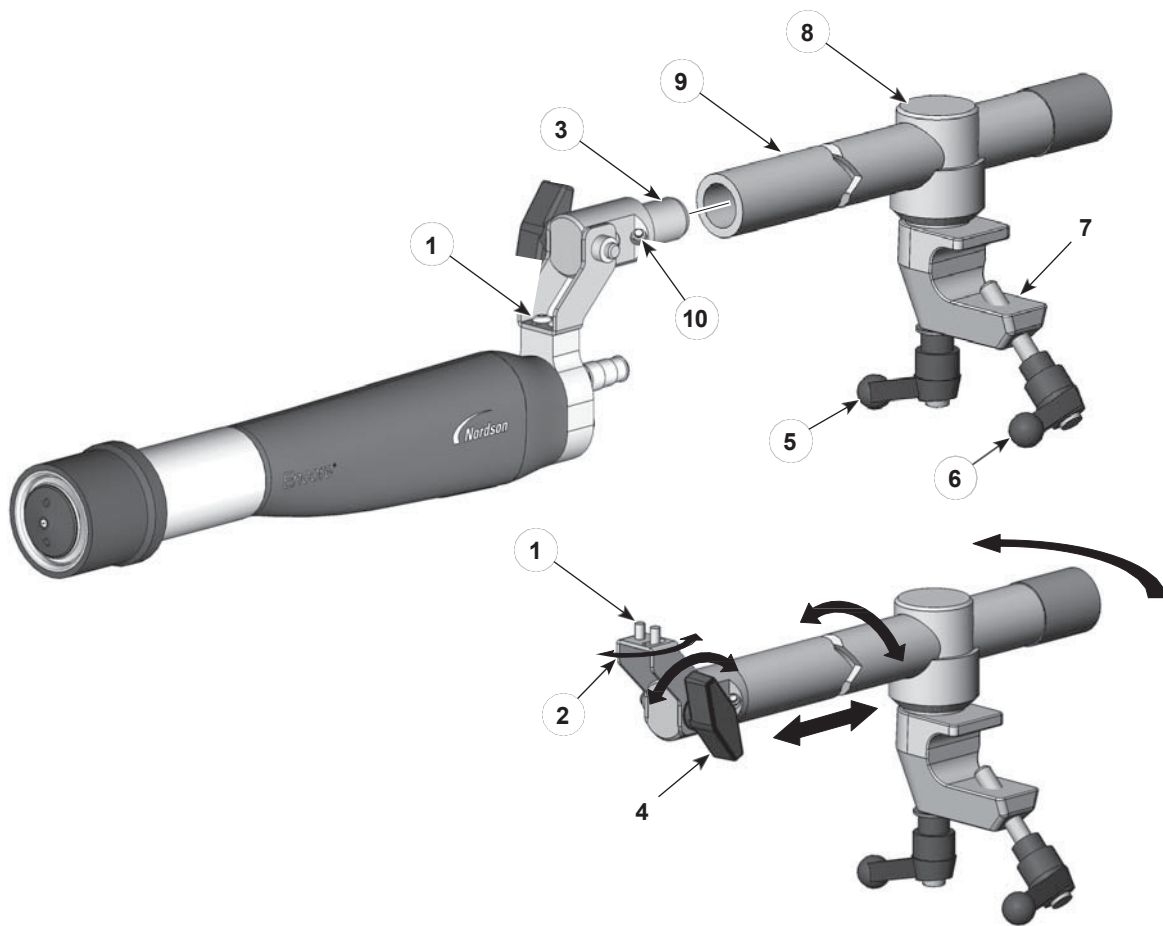
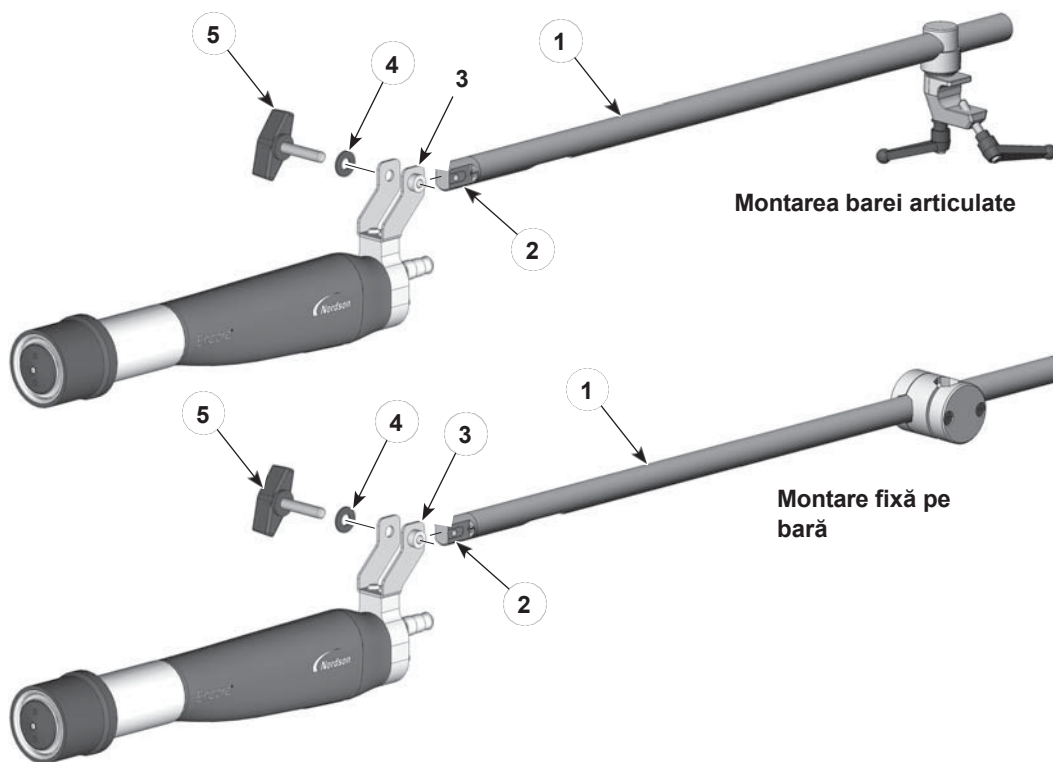
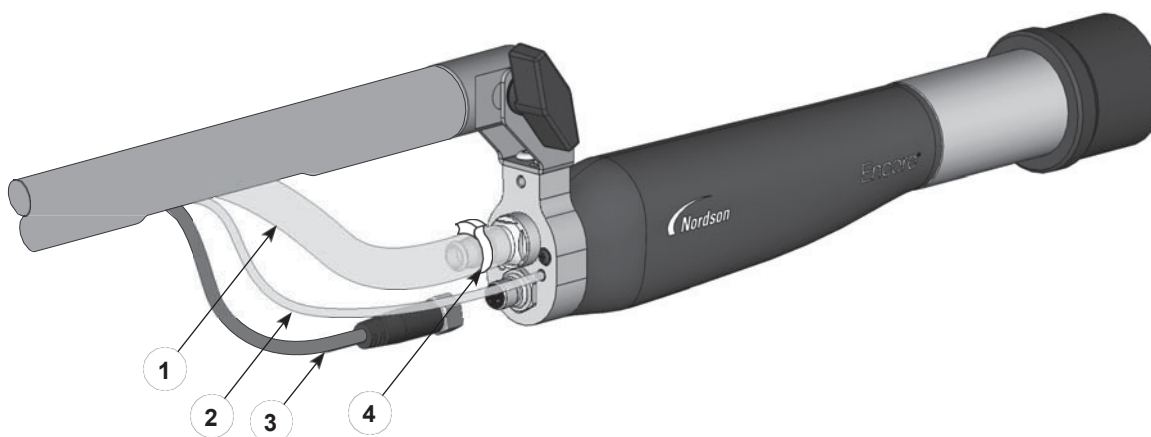

Figura 3 Standard Montare pistol articulată pe bară
Figura 4 Kituri opționale de montare pe bară a pistolului
Figura 5 Pistol Conexiuni
1. A se vedea figura 3. Instalați adaptorul pentru tub (3) în capătul tijei de reglare (9) și fixați-l prin strângerea șurubului de fixare (10) cu o cheie hexagonală de 4 mm.
- Pentru a deplasa vârful pistolului dintr-o parte în alta, slăbiți șurubul cu buton din dreapta (1).
- Pentru a înclina vârful pistolului în sus sau în jos, slăbiți butonul de înclinare (4).
- Pentru a roti tija de reglare sau pentru a glisa tija de reglare înainte sau înapoi, slăbiți mânerul de blocare (5).
2. Poziționați clema (7) pe o bară de montare de 1 inch și strângeți mânerul clemei (6).
3. Adunați furtunul de pulbere, tubul de spălare cu aer cu electrod transparent de 4 mm și cablul pistolului împreună și fixați-le pe tija de reglare cu chingile Velcro Nordson. Conectați-le la pistolul de pulverizare așa cum se arată în Figura 5.
A se vedea figura 4. Aceste kituri opționale de montare pe bară au tije de reglare cu diametru interior mare (1), prin care pot fi trecute furtunul de pulbere, tubulatura de aer și cablul pistolului. Adaptorul de tub (2) livrat cu pistolul de pulverizare nu poate fi utilizat cu aceste kituri. Acesta trebuie înlocuit cu adaptorul pentru tub furnizat cu kiturile.
1. Deșurubați și îndepărtați butonul și șaiba (5, 4) de pe suportul de montare al pistolului (3).
3. Introduceți capătul adaptorului de tub opțional (2) în suportul de montare al pistolului și aliniați orificiul din capătul adaptorului de tub cu orificiile din suportul de montare al pistolului.
5. A se vedea figura 5. Trageți (în ordinea următoare) cablul pistolului, tubul de spălare cu aer cu electrod transparent de 4 mm și furtunul pentru pudră prin tubul de montare de la capăt și prin decupaj. Conectați-le la pistolul de pulverizare așa cum se arată în Figura 5.